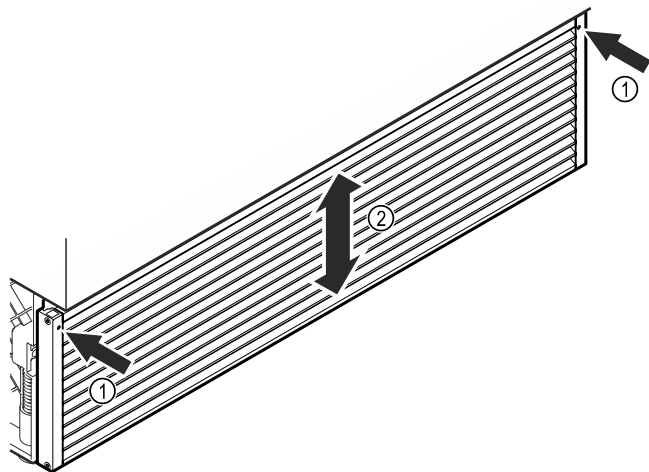

Fig. 27
- ▶ Desserrer les tiges filetées situées à l'avant de la grille de ventilation. Fig. 27 (1)
- ▶ Régler la grille de ventilation à la hauteur souhaitée. Fig. 27 (2)